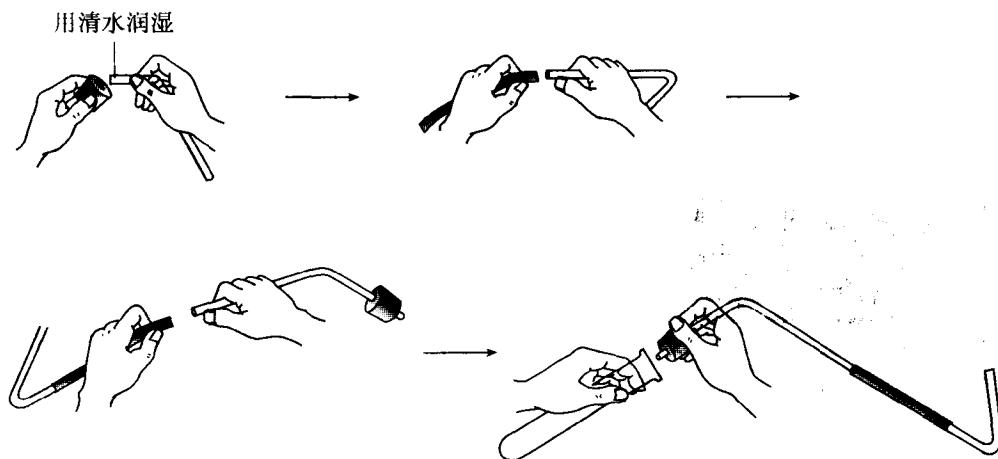

图 4
(1) 把玻璃管插入胶塞时, ____手拿胶塞, ____手拿玻璃管, 先把玻璃管要插入塞子的一端用水润湿, 然后对准塞子上的圆孔, 转动着使玻璃管向前推进(如图 4)。
(2) 把玻璃管插入橡皮管时, 一手拿_____, 一手拿_____, 先把玻璃管口用_____, 这样可以_____。然后玻璃管对准橡皮管, 稍稍用力把玻璃管插入橡皮管约 1 cm~2 cm。照此, 用橡皮管把两根玻璃弯管(其中一个连有胶塞)连接起来(如图 4)。
(3) 把胶塞塞在容器口上时, ____手拿容器, ____手拿胶塞, ____着塞进容器的。照此将上述连接好玻璃弯管的胶塞塞进试管口, 即可连接成一个用固体加热制取气体的装置(如图 4)。